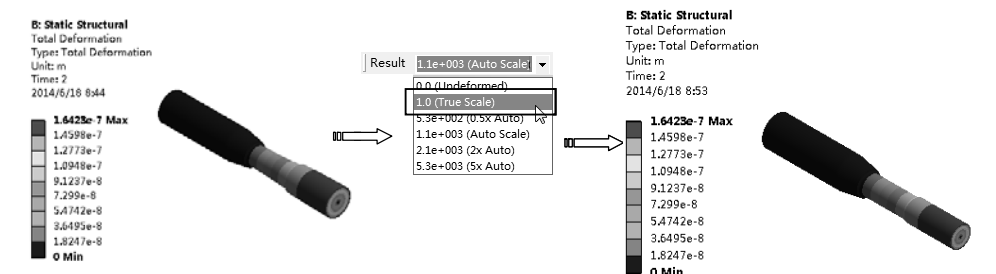

图 7-66 变形云图
- 2) 变形云图。在【Outline (分析树)】中选择【Solution (B6)】节点，单击其下的【Total Deformation】项  Total Deformation，在图形窗口显示出变形云图。选择【Result】工具栏上的【1.0 (True Scale)】项，可真实显示变形云图，如图 7-66 所示。